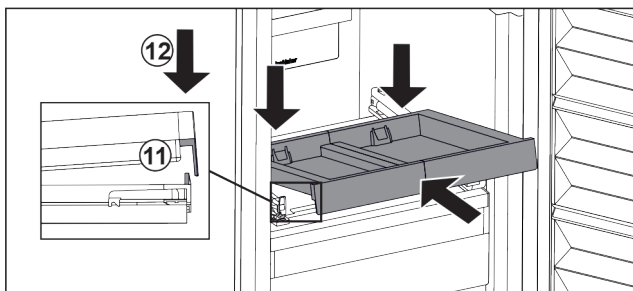

Fig. 198
- Inserire in modo inclinato. Assicuratevi che l'arresto sia dietro la linguetta su entrambi i lati. Fig. 198 (11)
- Abbassare il ripiano estraibile nella parte anteriore. Fig. 198 (12)